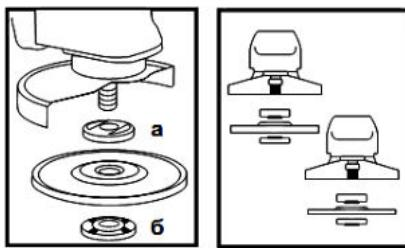

Рисунок 2
### 4.4 Встановіть на виріб шліфувальний або відрізний круг. Для цього натисніть на кнопку фіксації шпинделля (1) і проверніть шпиндель до такого положення, при якому він зафіксується. За допомогою вілочного ключа з комплекту виробу відверніть і зніміть затисну гайку (б) (дивіться рисунок 2). Встановіть шліфувальний диск на посадкове місце фланцевої шайби (а) (рисунок 2), наживіть рукою затисну гайку на шпиндель і затягніть її ключем із комплекту виробу.